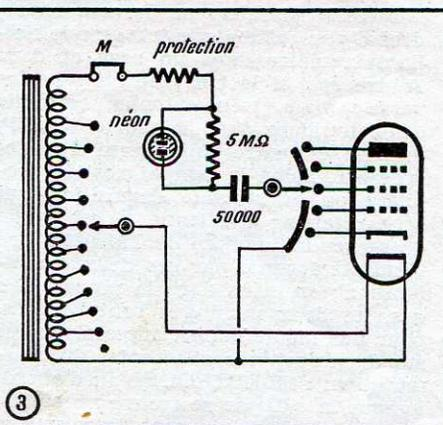

Fig. 3. — Fuite et c.c. entre électrodes.
2) FUITES ET COURTS-CIRCUITS ENTRE ELECTRODES. — En mettant le commutateur « ESSAIS » sur la troisième position, on obtient le montage de la figure 3. Le filament de la lampe est chauffé à la tension nominale par l'intermédiaire du commutateur « CHAUFFAGE » et les diverses électrodes aboutissent respectivement aux différents plots du com-